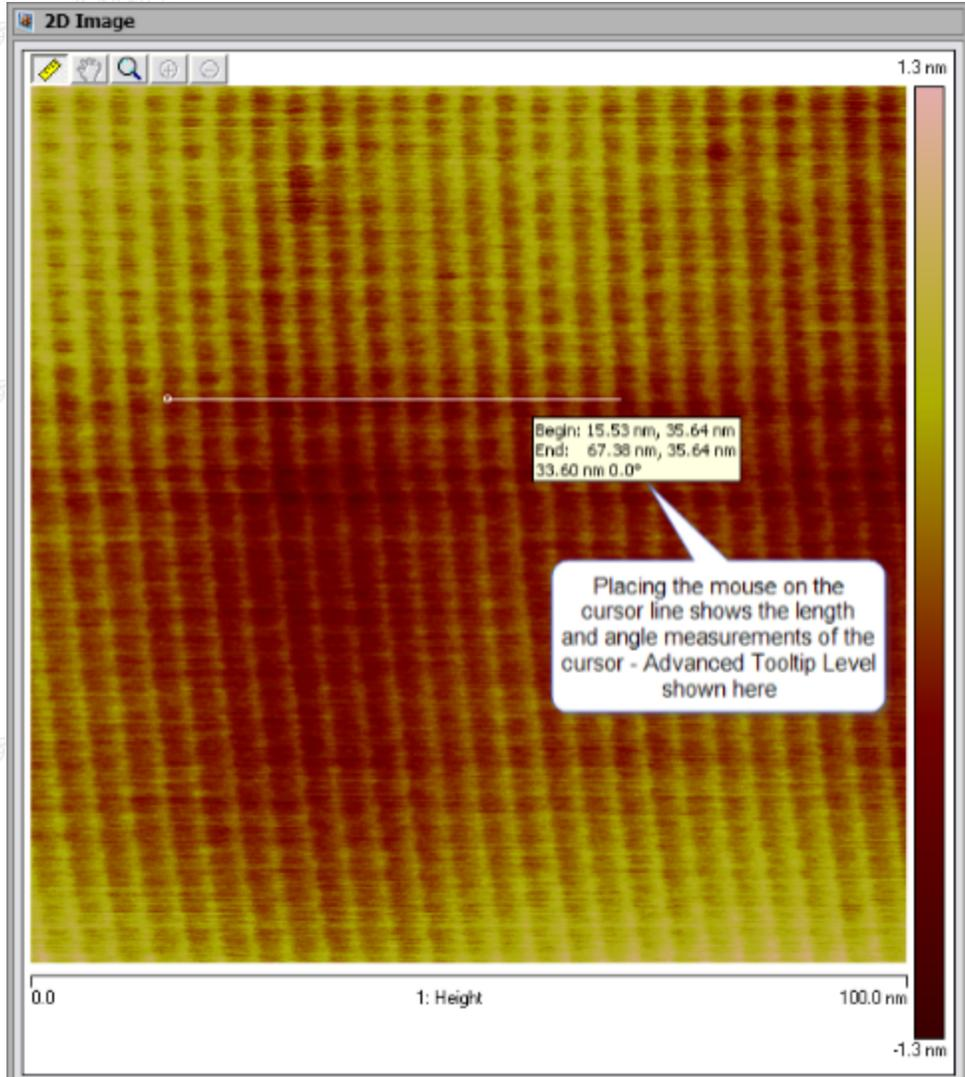

图2.4 游标长度和角度测量。
8. 做好游标后，用户可以得到更多的长度及角度信息。如图2.4所示，在二维图像界面上点击鼠标右键，选择Tooltip Level > Basic, Medium, Advanced, or None。